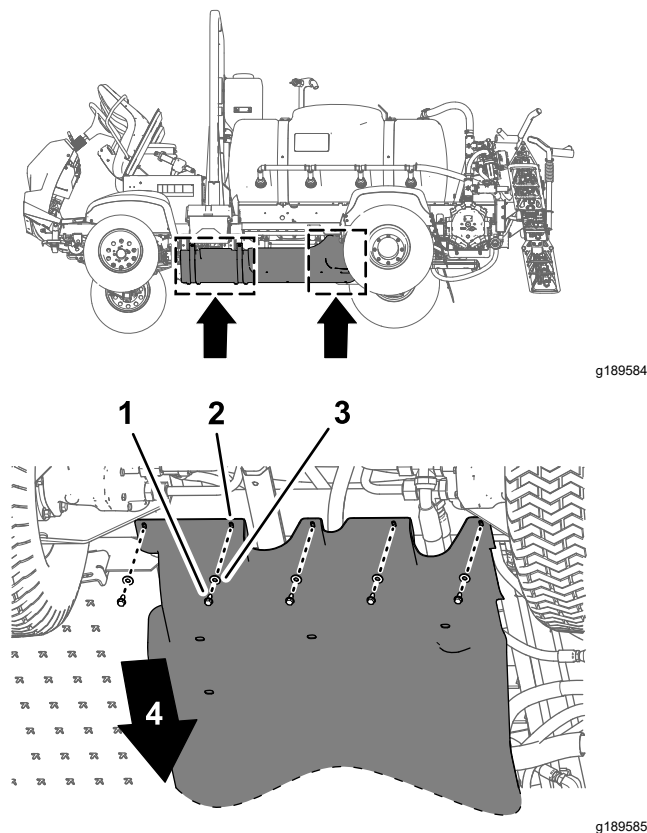
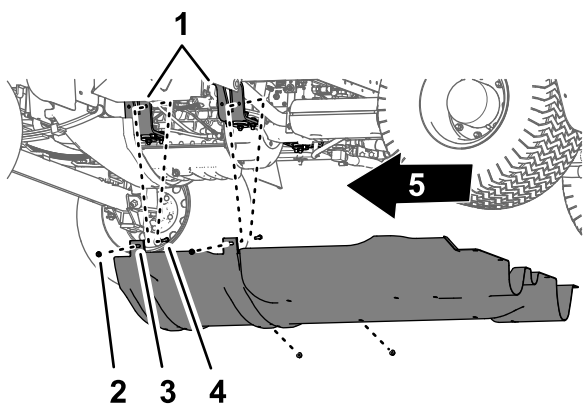

Figura 62
Figura 63
1. Retire los 5 pernos con arandela prensada (5/16" x 5/8") y las 7 arandelas (5/16") que sujetan la parte trasera del protector de bajos al chasis de la máquina (Figura 62).
2. Retire los 4 pernos con arandela prensada (5/16") de los pernos y del perno de cuello cuadrado que sujetan las pestañas de montaje del protector de bajos a los soportes de montaje del motor de la máquina (Figura 63).
- Retire el protector de bajos de la máquina (Figura 62 y Figura 63).
- Alinee el protector de bajos con el chasis de la máquina; consulte Figura 63, en Retirada del protector de bajos \(página 58\).
- Coloque las pestañas de montaje del protector de bajos sobre los pernos de los soportes de montaje del motor; consulte Figura 63, en Retirada del protector de bajos \(página 58\).
- Sujete el protector de bajos a los pernos de los soportes de montaje del motor (Figura 63) con las 4 contratuerca con arandela prensada (5/16") que retiró en el paso 2 de Retirada del protector de bajos \(página 58\).
- Alinee los orificios de la parte trasera del protector de bajos con los orificios del chasis; consulte Figura 62, en Retirada del protector de bajos \(página 58\).
- Sujete la parte trasera del protector de bajos al chasis (Figura 62) con los 5 pernos con arandela prensada (5/16" x 7/8") y las 5 arandelas (5/16") que retiró en el paso 1 de Retirada del protector de bajos \(página 58\).